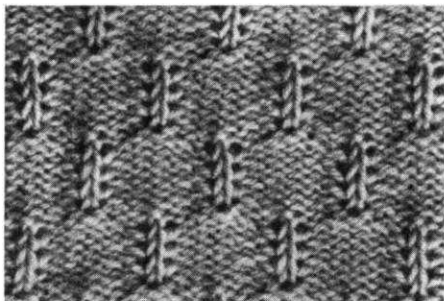

Fig. 50
**No. 28. JACK STRAW STITCH (XIV), fig. 50**